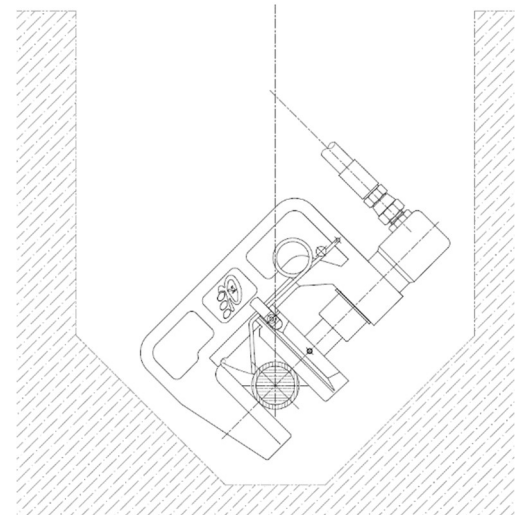

図. C-3
4. 3.の位置をフレームを手で押さえて維持しながら、もう片方の手でハンドルを操作して、管を適度な状態に復元します。（図. C-3）